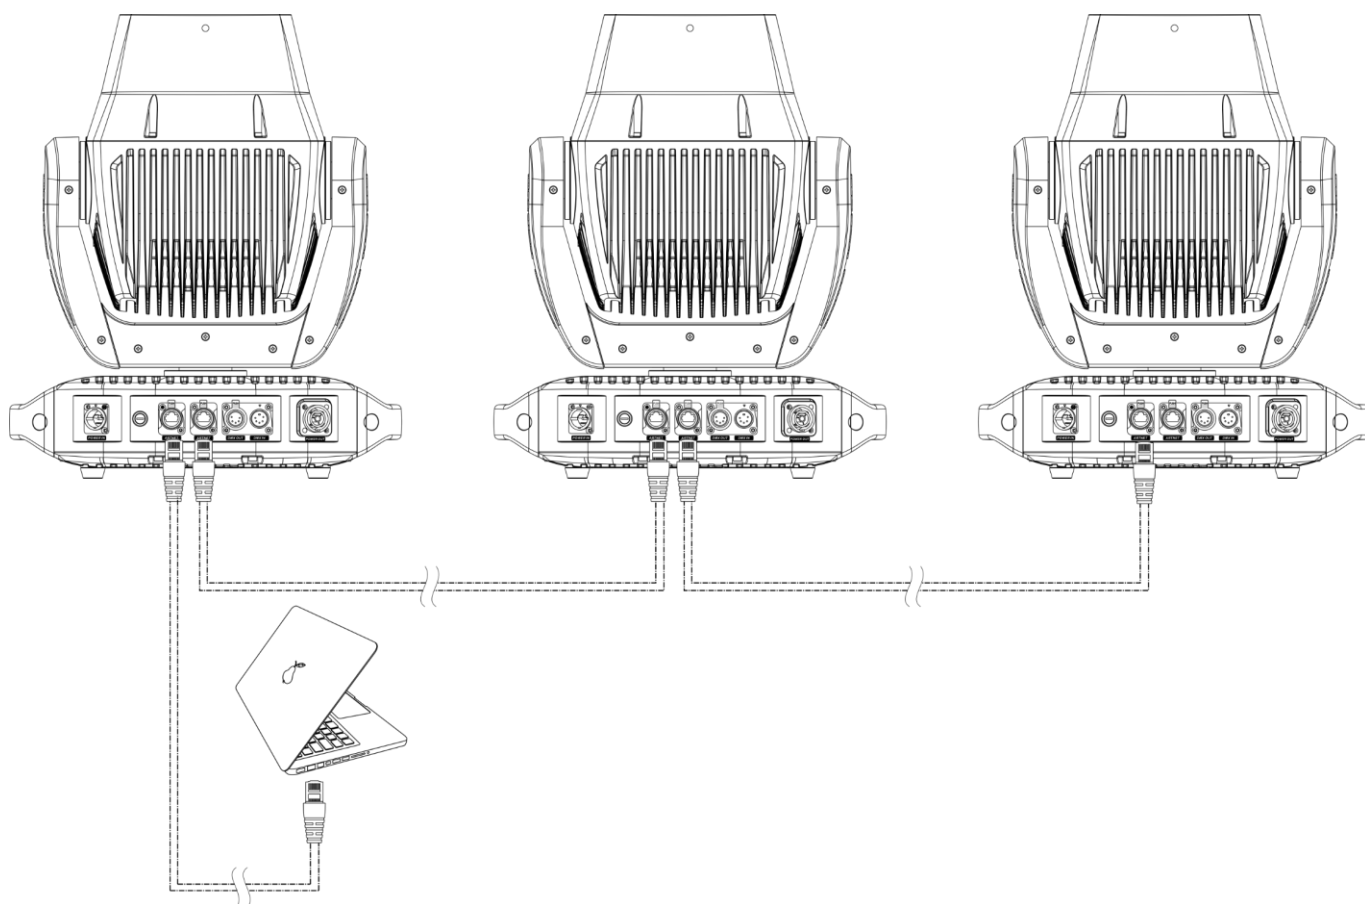

Fig. 08
- 05) Conecte las unidades entre ellas como se indica en la Fig. 08. Conecte un cable de señal CAT-5/CAT-6 que vaya desde el conector de salida RJ45 de la primera unidad al conector de entrada de la segunda unidad. Repita este proceso para interconectar el resto de las unidades.